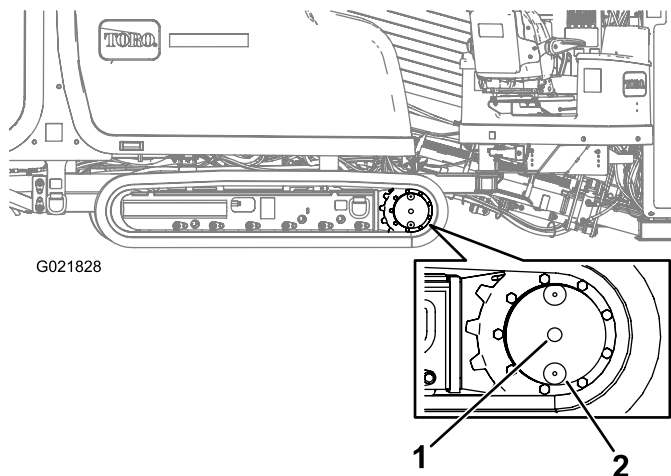

**Figure 133**
2. Nettoyez la surface autour du bouchon de contrôle du niveau d'huile avec un solvant de nettoyage (Figure 133).
3. Enlevez le bouchon de contrôle du niveau d'huile (Figure 133).
2. Nettoyez la surface autour du bouchon de contrôle de niveau d'huile (Figure 133).
3. Faites tourner le train planétaire jusqu'à ce que le bouchon de vidange d'huile se trouve juste sous le bouchon de contrôle de niveau d'huile (Figure 133).